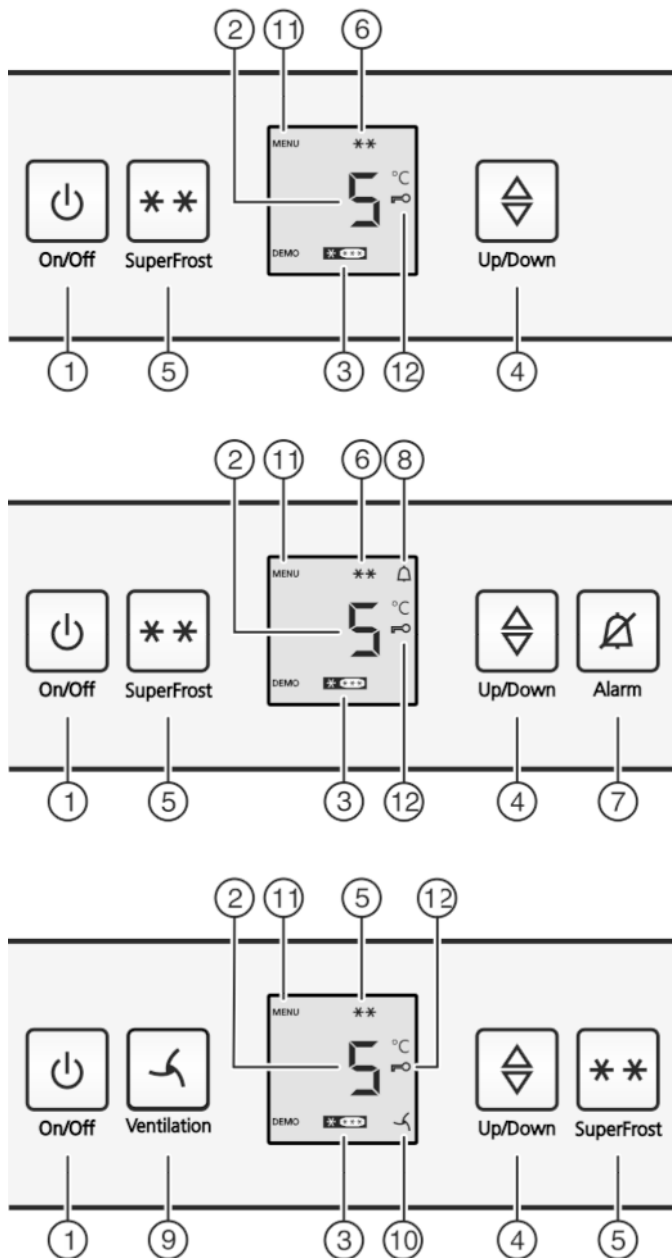

Fig. 2
- ▶ Aan/uit-toets Fig. 2 (1) indrukken.
- ▶ Instelmodus activeren: Druk de toets SuperFrost Fig. 2 (5) gedurende ca. 5 seconden in.
- ▷ Op de display wordt het symbool Menu Fig. 2 (11) weergegeven.
- ▶ Met de toets SuperFrost Fig. 2 (5) kort bevestigen.
- ▷ Het symbool Kinderbeveiliging Fig. 2 (12) op de display gaat branden.
- ▶ Druk de toets On/Off Fig. 2 (1) kort in.
- ▷ Het symbool Kinderbeveiliging Fig. 2 (12) gaat uit.
- ▶ Toets Alarm Fig. 2 (7) indrukken.
Tegelijkertijd knipperen de temperatuurdisplay en het symbool Alarm Fig. 2 (8).
Het akoestisch alarm stopt automatisch, het symbool Alarm Fig. 2 (8) gaat uit en de temperatuurdisplay houdt op met knipperen, wanneer de temperatuur weer laag genoeg is.
- ▶ Temperatuurfunctie oproepen: Druk de insteltoets Fig. 2 (4) in.